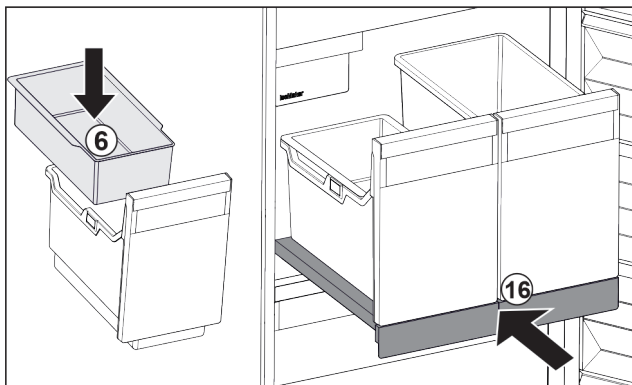

Fig. 125
- ▶ Vstavite obešalno skodelico Fig. 125 (6) za ledene kocke.
- ▶ Vstavite izvlečno polico s posodo (IceTower). Fig. 125 (16)